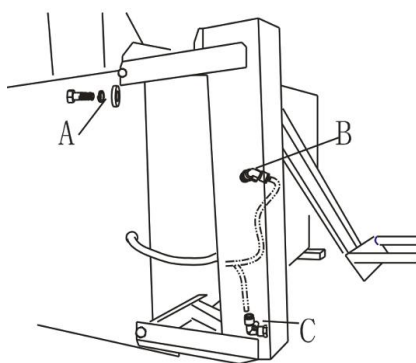

图 5
3、在侧面安装升降架，如图 5 所示 A 螺栓组，拧紧好 4 组螺栓后，连接气路 B、C。